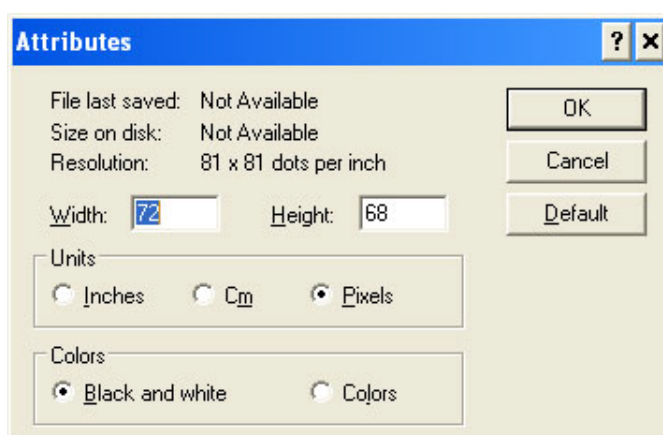

Figure 5-59 : Zoom Personnalisé
- c. Sélectionner le format de couleur de l'image en tant que Noir et Blanc. (Voir Figure 5-59)